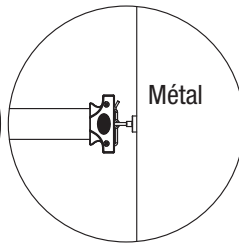

Figure 2
2. Le ruban peut être bloqué sur une paroi métallique à l'aide de l'aimant prévu à cet effet. (fig.2)